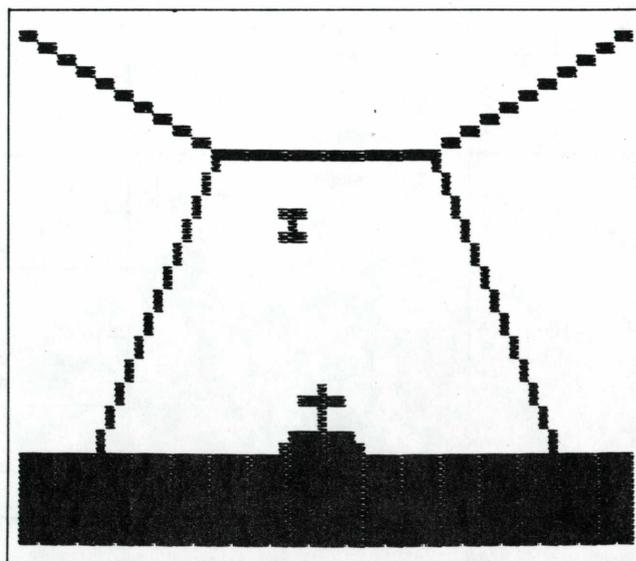

Fig. 1
- o visual do jogo é apresentado em três dimensões. Você está dentro da cabine de seu Fokker DR-1, tendo à mira de sua metralhadora bem a sua frente. Sua munição é limitada e composta de 30 tiros no seu total. Ao esgotar esta munição, o jogo se encerra. (fig. 1)